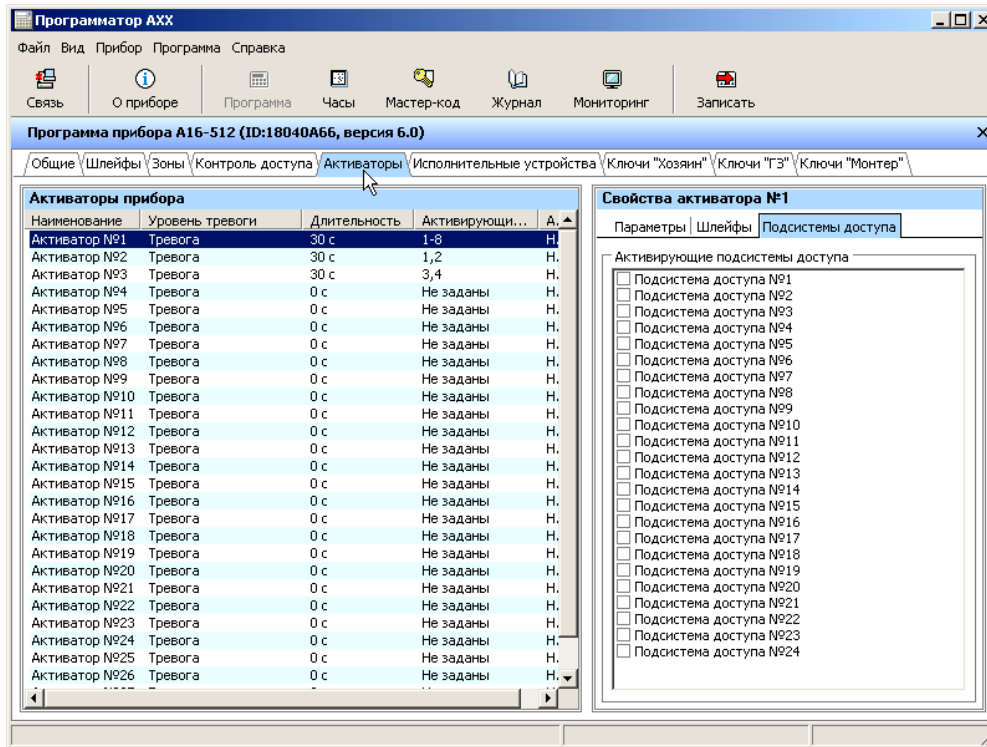

Рисунок 12 – Конфигурирование прибора «А16-512», вкладка «Активаторы»
- «Активаторы»: задаются свойства активаторов (подпрограмм) для работы исполнительных устройств, рисунок 12;